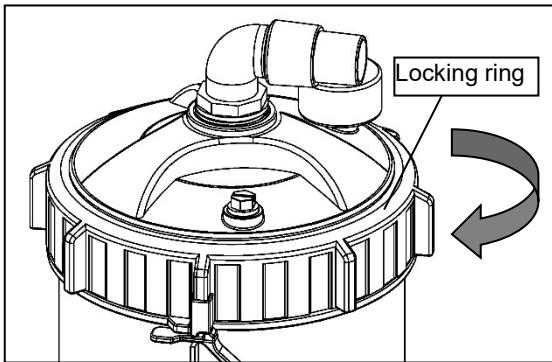

Bild 5 - Filtrets lock
1. Se till att spänningen till filtrets lock (Bild 5 - Locking ring) är åtdragen (åtdragning för hand räcker).
Filtreringen börjar genast när vattnet rinner genom filtret. Patronen samlar upp smuts från vattnet och smutsen som samlas i patronen bildar ett motstånd för det rinnande vattnet. Med tiden stiger tryckmätarens värde (Bild 5) och flödet minskar. När trycket stiger till 7-10 psi (0,4-0,7 bar) över starttrycket eller flödet blir för litet ska filterpatronen rengöras eller bytas till en ny.